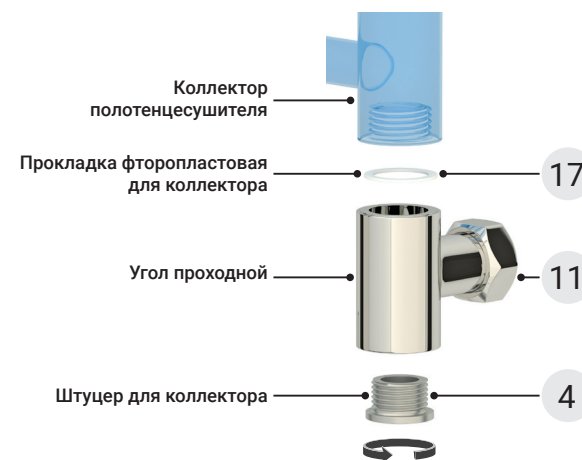

Рис. 2
1.2. Установить **проходные углы**, используя фторопластовые прокладки и штуцеры для коллекторов (рис. 2).